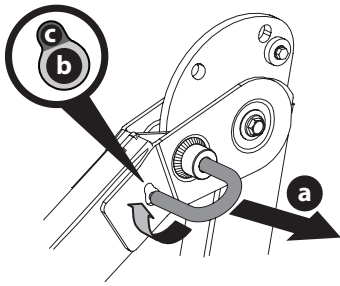

Figure 4
1. Tirez sur la partie supérieure de la structure de protection anti-retournement pour pouvoir retirer la goupille de verrouillage (a) de la position verrouillée (b). Tournez-la dans la position de réglage (c). Répétez l'opération pour l'autre goupille (Figure 4 à la page 83).